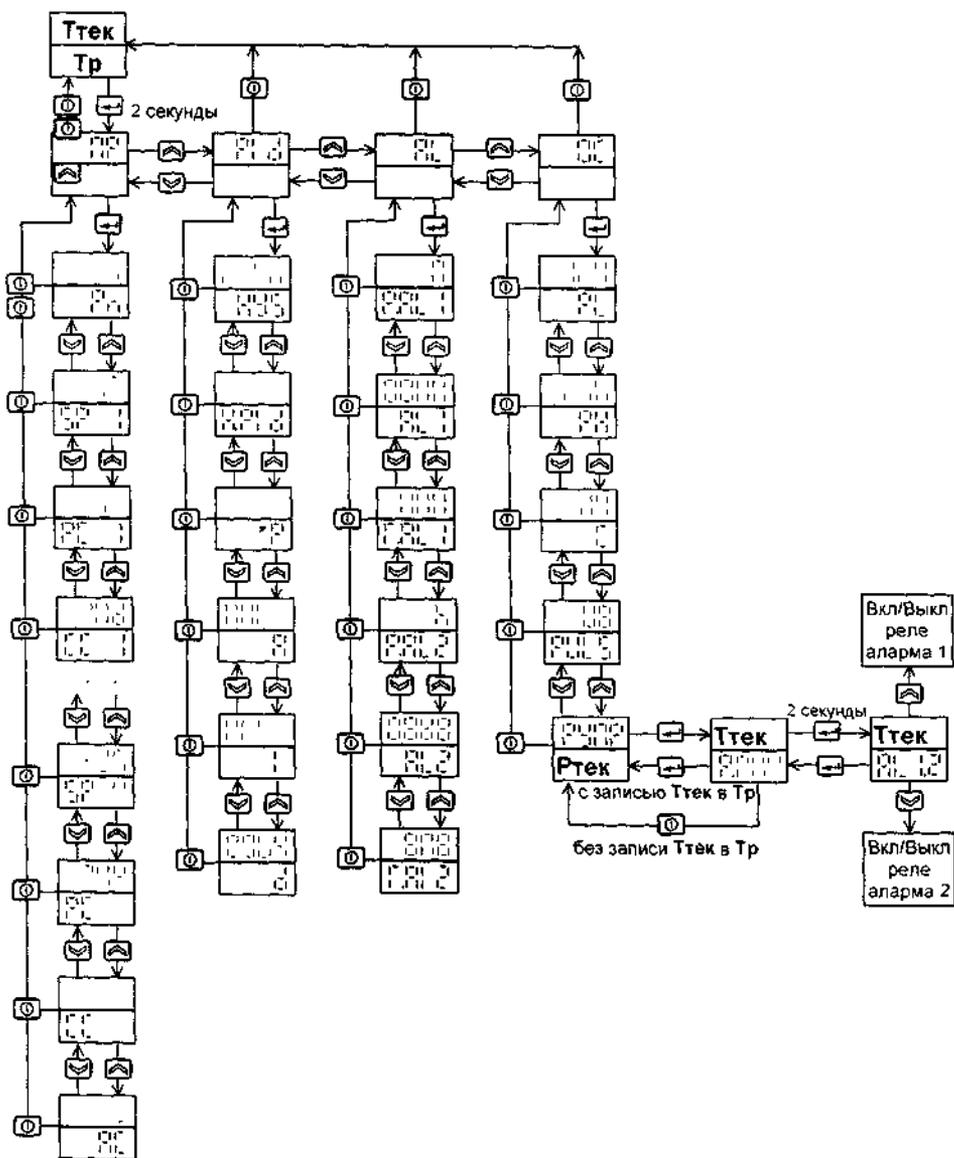

Рис. 2
• Для ввода других параметров, определяющих работу регулятора, нужно в режиме отображения текущей и заданной температуры нажать и удерживать кнопку  примерно две секунды до появления надписи  на верхнем индикаторе. Теперь из меню параметров можно выбирать и изменять те, которые необходимо (Рис. 2).
4.6 Автоматическая настройка параметров  $P_L$ ,  $d$  и  $P$  запускается при нажатии и удержании в течение двух секунд кнопки  $\ominus$  при индикации параметра  $P_{L, d}$  в меню параметров  $P_{L, d}$  (см. Рис. 2) Через две секунды после нажатия кнопки  $\ominus$  прибор выходит из меню и переходит в режим автоматической настройки параметров  $P_L$ ,  $d$  и  $P$ , о чем свидетельствует мигание светодиода 'H'. По окончании настройки параметров прибор переходит в режим поддержания заданной температуры  $T_p$  или к выполнению шагов программы (если параметр  $P_H$  не равен нулю). Автомати-